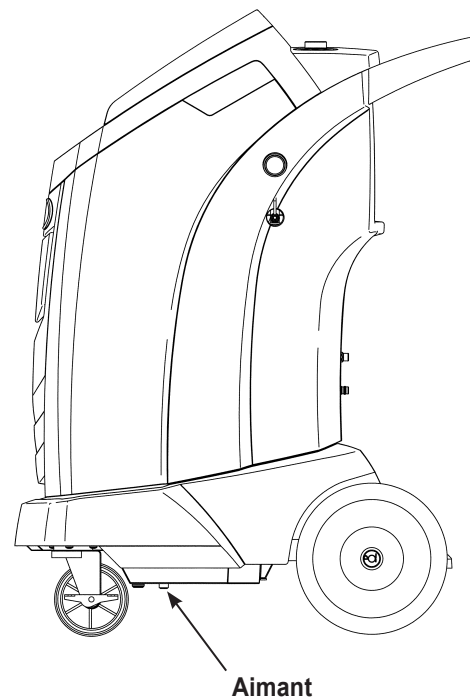

Figure 9
1. Reportez-vous à la Figure 9 et assurez-vous que l'aimant en bas de la machine est propre.